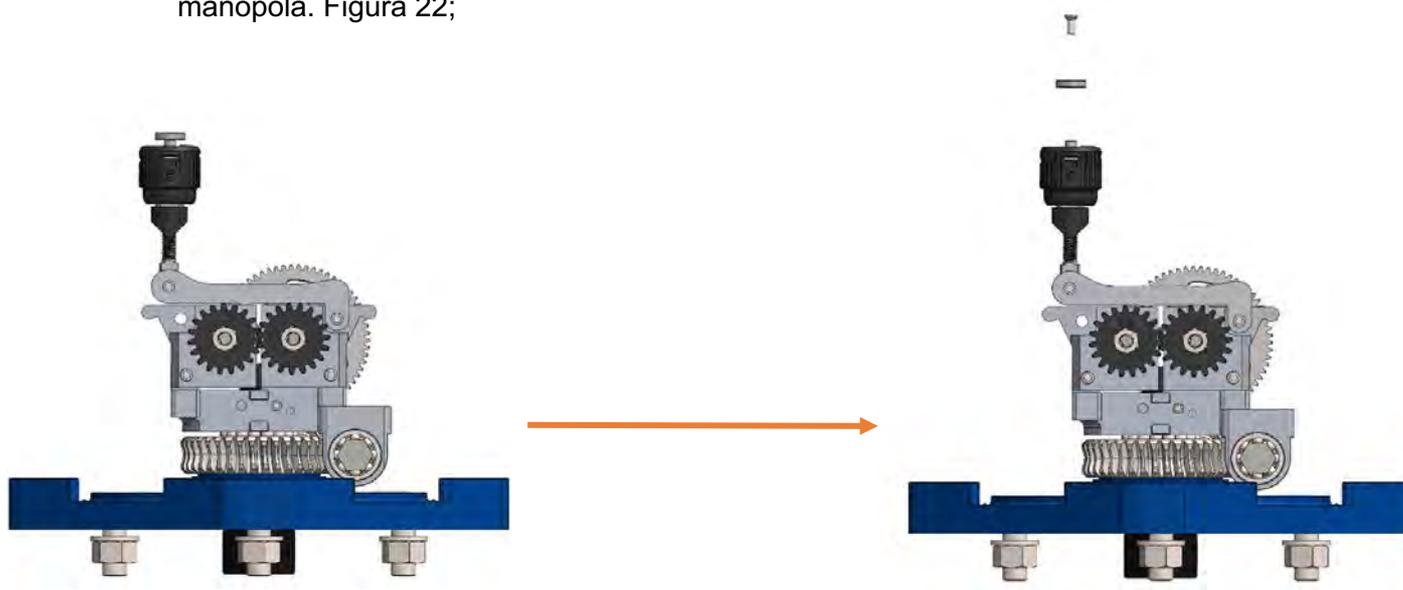

Figura 22
2. Disporre la manopola in posizione verticale, in modo tale da evitarne la caduta, e mediante l'uso di una chiave maschio esagonale svitare la vite e togliere il blocco anticaduta della manopola. Figura 22;